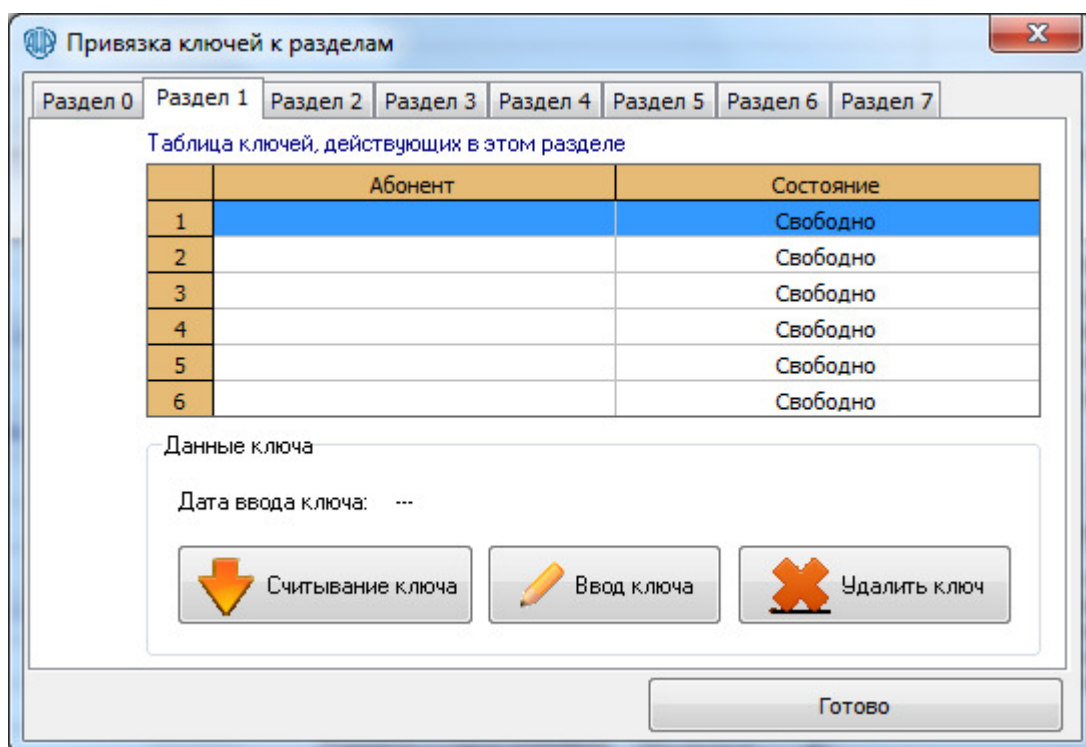

Рисунок 2. «Привязка» ключей к разделам.
6.28. При этом необходимо выполнить «привязку ключей к разделам» в утилите программирования (см. рисунок 2).